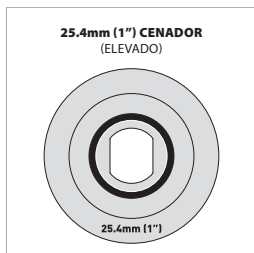

Fig. 40b
- La brida interior doble de color plata cuenta con una elevación del anillo de eje de 25,4 mm (1"), indicada por medio de un círculo de color negro (**Fig. 40b**).